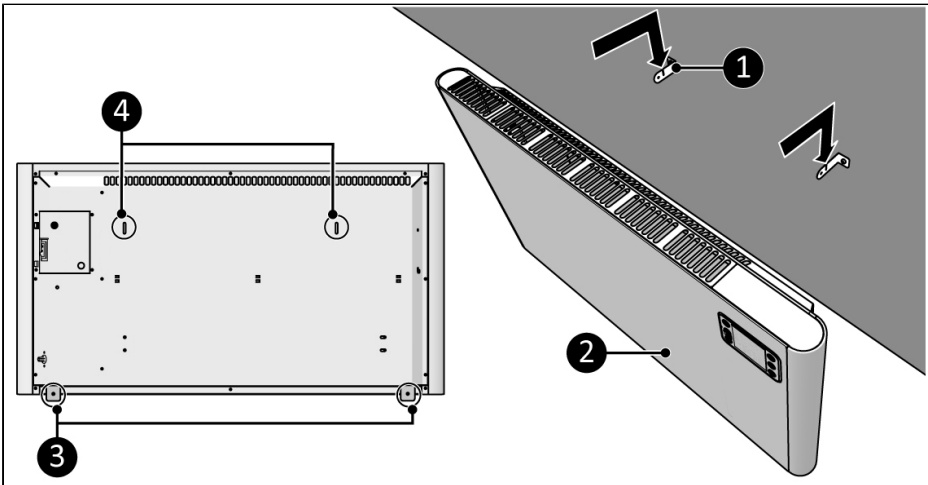

Abbildung 12.
9. Platzieren Sie die Halterungslöcher (Abbildung 12, pos. 4) über die Wandhalterungen (Abbildung 12, pos. 1).
10. Lassen Sie das Gerät (Abbildung 12, pos. 2) in die Öffnungen der Wandhalterungen gleiten (Abbildung 12, pos. 1).
11. Verwenden Sie die Gerätehalterungen (Abbildung 12, Pos. 3), um die Position des unteren Lochs an der Wand zu markieren.
12. Entfernen Sie das Gerät von den Wandhalterungen (Abbildung 12, Pos. 1).